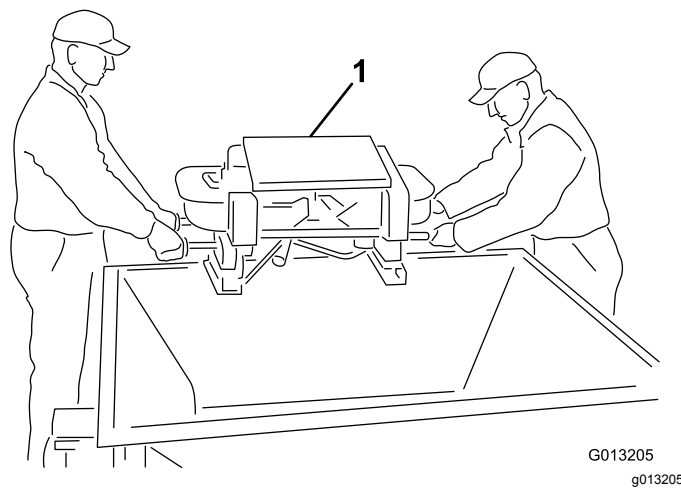

図 5
4. ツインスピナーの外側についている持ち上げ用ハンドルを持って、ツインスピナーをホッパーから外して床に置く 図 5。